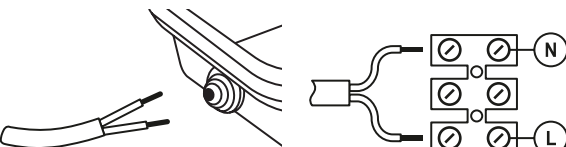

Рис. 1
2. Сделайте отверстие меньше диаметра кабеля в резиновом гермовводе и пропустите кабель через него (Рис. 1).